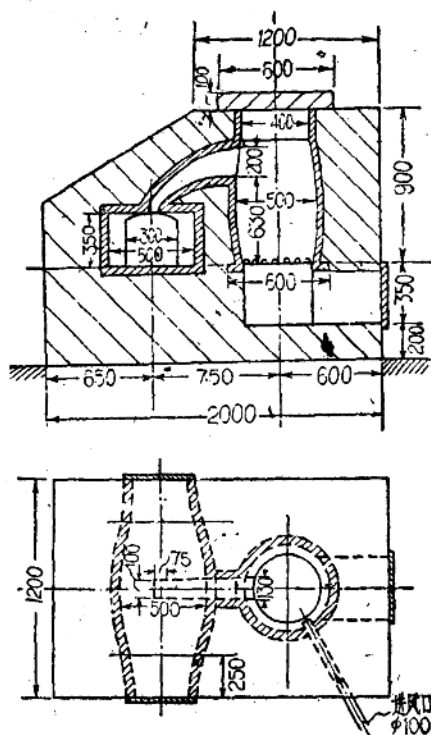

图7 两面炒钢的反射炉
(1) 从熔池两边炒鋼，鋼炒得均勻了，就不会結底。
(2) 因为能够两边同时操作，降低了劳动强度。
(3) 修理熔池比較方便，对延長炉齡有好处。
(4)两面炒钢，熔池的容积可以增大，钢的产量因此可以增加(图7)。